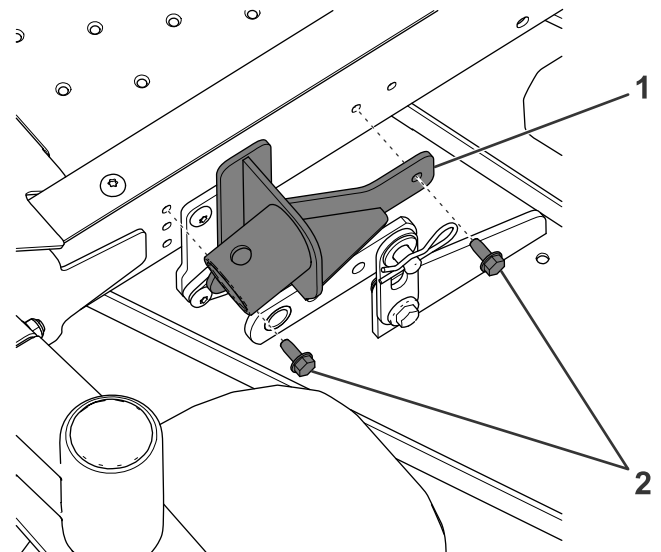

Figura 1
3. Prenda a montagem do macaco à estrutura no lado esquerdo da máquina utilizando dois parafusos autorroscantes (Figura 1).